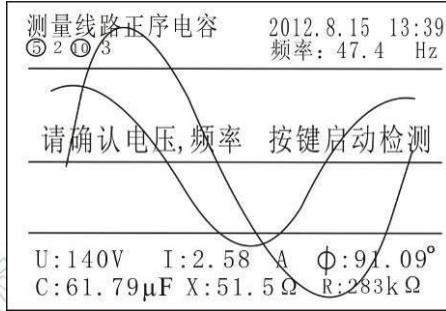

图 7-5 内部电源升压后的界面
- 3) 仪器内部电源自动升到设置实验电压附近，如图 7-5。